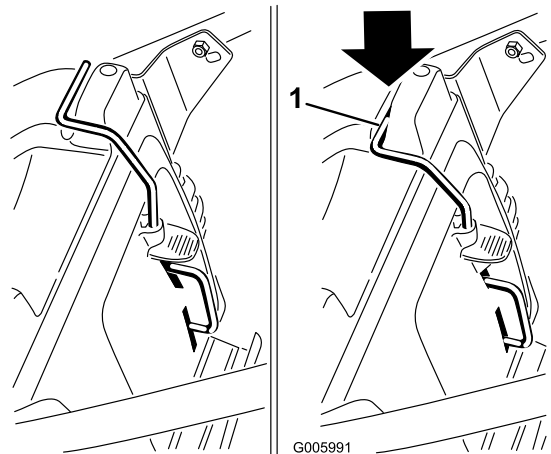
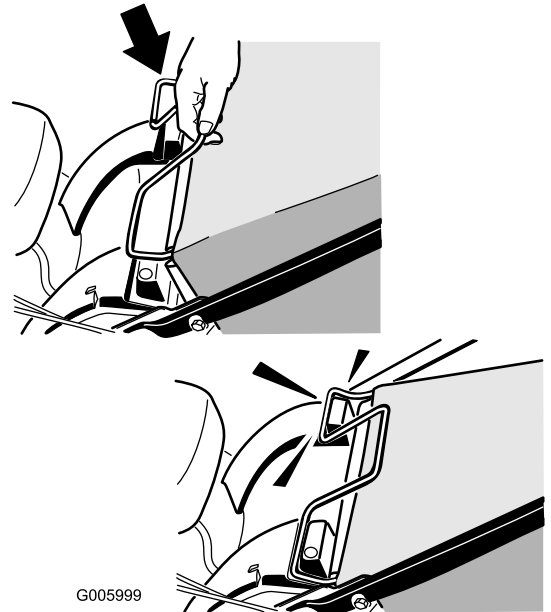

Bild 21
Bild 22
1. Bauen Sie den Mulchverschluss (Bild 21) oder den Fangkorb (Bild 22) am Rasenmäher ein.